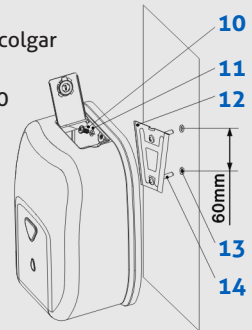

Figura 2
2. Perfore 2 orificios de 6 mm de diámetro conforme se muestra en la figura 2 y fije el enganche para colgar (12) a la pared con los tacos (13) y los tornillos ST4 x 20 (14) que se suministran.
3. Coloque el dispensador en el enganche y fíjelo con los tornillos M4 x 8 (10) que se suministran.